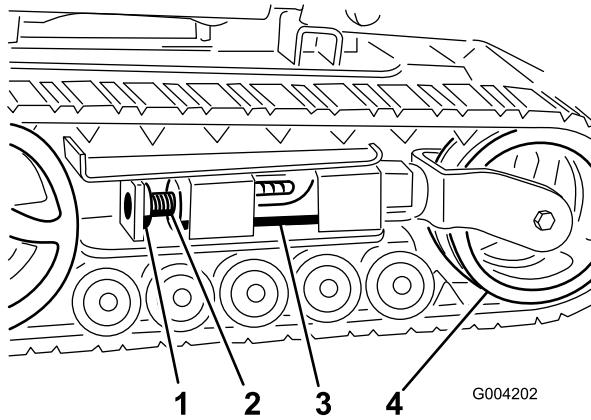
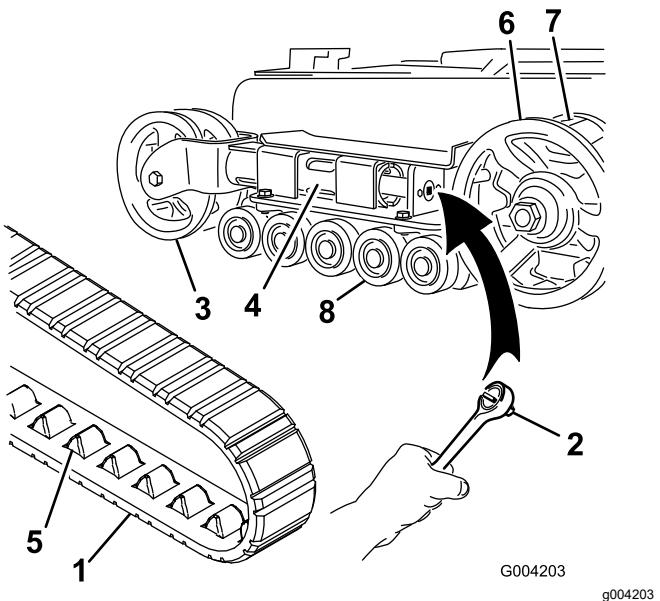
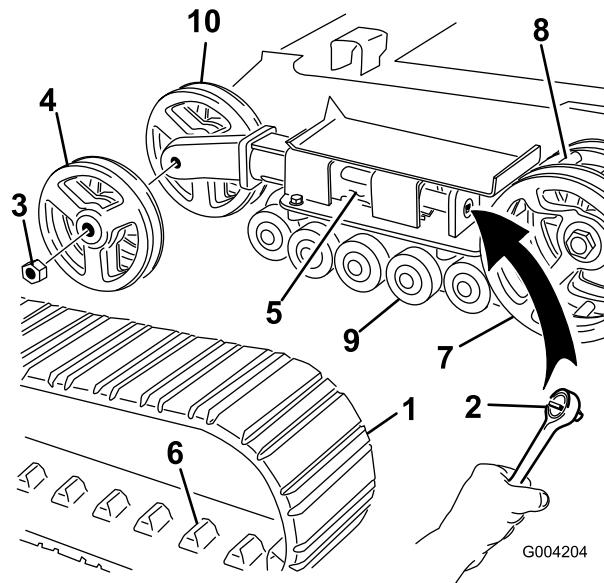

Figura 49
Figura 50
Figura 51
6. Alinee la muesca más próxima del tornillo tensor con el taladro del perno de bloqueo, y fije el tornillo con el perno de bloqueo y la tuerca (Figura 49).
4. Retire el perno de bloqueo y la tuerca (Figura 49).
Nota: Usted tiene orugas estrechas si las ruedas tensoras delanteras están montadas dentro de una horquilla en el extremo del tubo tensor (Figura 50).
5. Usando una llave de carraca de $\frac{1}{2}$ ", alivie la tensión en la oruga girando el tornillo tensor en sentido horario (Figura 49 y Figura 50).
6. Empuje la rueda tensora hacia la parte de atrás de la unidad de tracción para mover el tubo tensor contra el bastidor (**Figura 50**). Si no toca el bastidor, siga girando el tornillo tensor hasta que lo toque.
8. Cuando haya retirado la oruga de la rueda tensora, retirela de la rueda motriz y de las ruedas de rodaje (**Figura 50**).
9. Comenzando en el piñón de transmisión, enrosque la nueva oruga alrededor del piñón, y asegúrese de que los dientes de la oruga queden entre los dientes del piñón (**Figura 50**).
10. Empuje la oruga por debajo de y entre las ruedas de rodaje (**Figura 50**).
Nota: Usted tiene orugas anchas si las ruedas tensoras delanteras están montadas en los laterales del extremo del tubo tensor (**Figura 51**).
4. Retire el perno de bloqueo y la tuerca (**Figura 49**).
5. Usando una llave de carraca de 1/2", alivie la tensión en la oruga girando el tornillo tensor en sentido horario (**Figura 49** y **Figura 51**).
6. Empuje la rueda tensora hacia la parte de atrás de la unidad de tracción para mover el tubo tensor contra el bastidor (**Figura 51**). Si no toca el bastidor, siga girando el tornillo tensor hasta que lo toque.
7. Retire la tuerca que fija la rueda tensora exterior y retire la rueda (**Figura 51**).
8. Retire la oruga (Figura 51).
9. Retire la tuerca que fija la rueda tensora interior y retire la rueda (Figura 51).
13. Instale la rueda tensora interior y fíjela con la tuerca que retiró anteriormente (Figura 51).
15. Instale la oruga nueva, asegurándose de que los salientes de la oruga encajen entre los dientes del centro la rueda motriz (Figura 51).
16. Instale la rueda tensora exterior y fíjela con la tuerca que retiró anteriormente (Figura 51).
6. Coloque el tapón engrasado sobre la cabeza del perno (Figura 50).
7. Sujete el tapón de la rueda de rodaje con la anilla a presión (Figura 50).